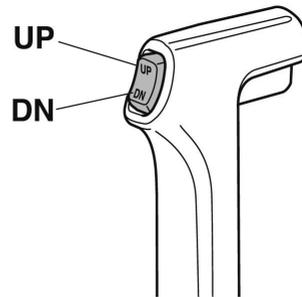

Рис. 30. Кнопка управления электрическим подъемником
Электрический подъемник и механизм наклона регулирует угол подвесного лодочного мотора по отношению к транцу. Нажатие кнопки UP (вверх), увеличивает угол дифферента подвесного лодочного мотора и отклоняет его вперед (Рис. 30). Нажатие выключателя DN (вниз) отклоняет подвесной мотор назад и уменьшает угол дифферента (Рис. 30). Если отпустить кнопку, подвесной лодочный мотор остановится в текущем положении.
2. Нажмите на кнопку управления электрическим подъемником в положение UP (Вверх) (Рис. 30), электрический подъемник начнет поднимать подвесной лодочный мотор. Отпустите кнопку управления электрическим подъемником, лодочный мотор останется в текущем положении.